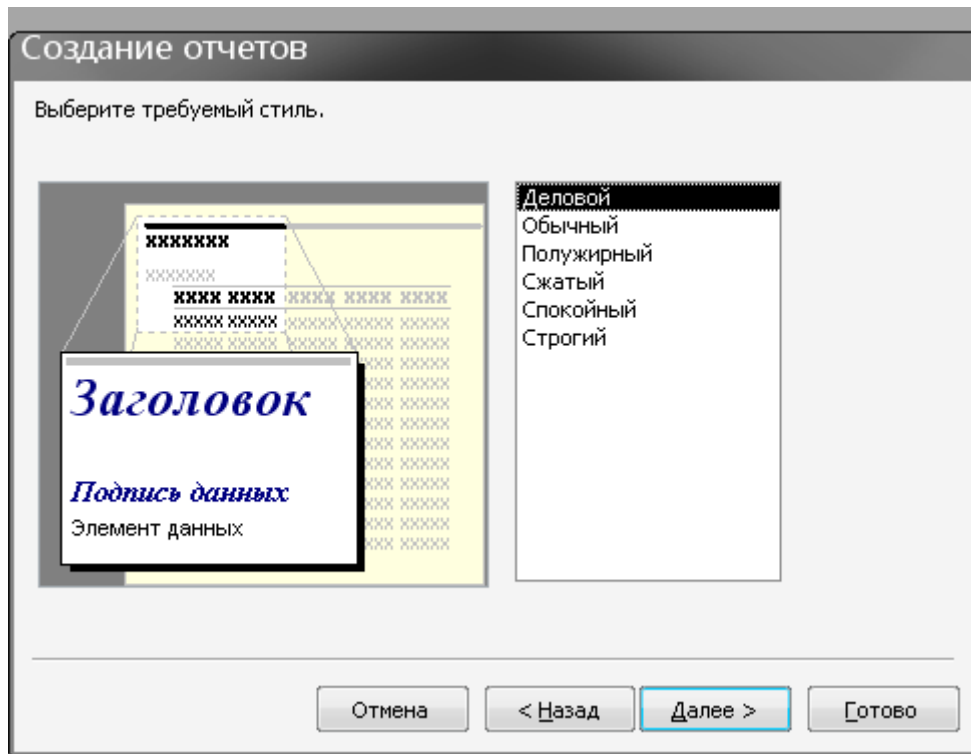

Рис. 2.26
8. З'явиться вікно (рис. 2.26), у якому необхідно вибрати стиль для звіту, а потім клацнути по кнопці **Далее**.